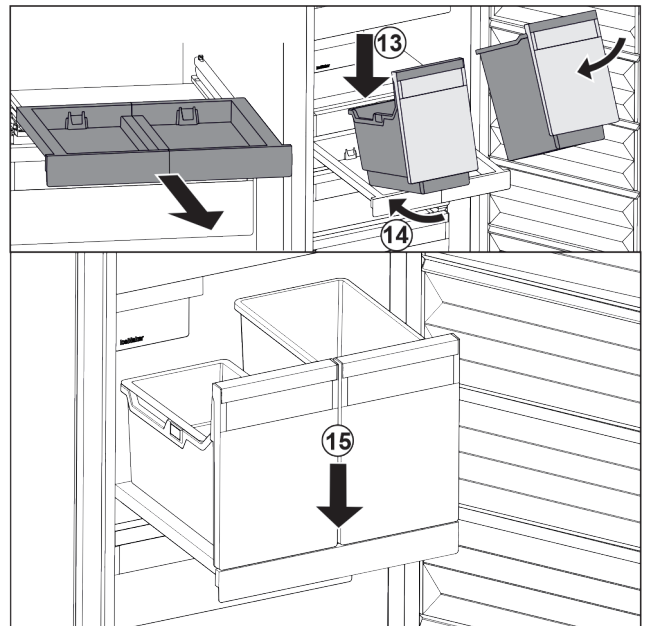

Fig. 110
- ▶ Założyć pojemnik pod skosem na wysuwaną półkę. Fig. 110 (13)
- ▶ Wsunąć pojemnik pod skosem do tyłu. Fig. 110 (14)
- ▶ Osadzić pojemnik z przodu. Fig. 110 (15)